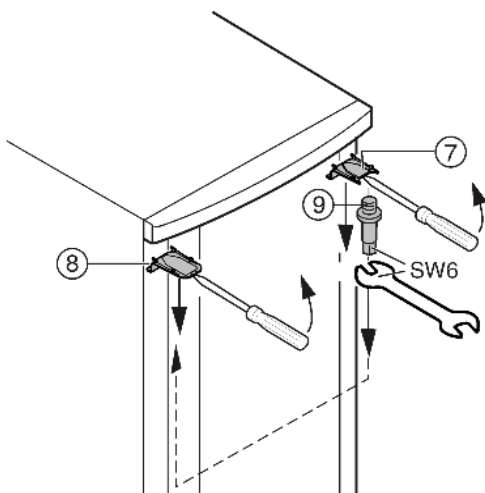

Fig. 7
- ▶ Aan de bovenkant afdekking Fig. 7 (7) en afdekking Fig. 7 (8) met een schroevendraaier losklikken en schuin naar beneden verwijderen.
- ▶ Lagerbout Fig. 7 (9) uitdraaien en aan de andere kant **goed (min. 4 Nm)** vastschroeven.
- ▶ Afdekking Fig. 7 (7) aan de kant van de lagerbout weer aanbrengen: achteraan inzetten, vooraan vastklikken.
- ▶ Afdekking Fig. 7 (8) op de tegenoverliggende kant monteren: achteraan inzetten, vooraan vastklikken.
- ▶ Deur boven in de lagerbout Fig. 7 (9) hangen.